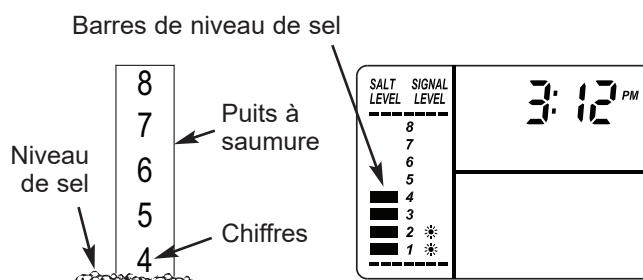

FIG. 25
2. L'échelle de niveau de sel, sur le puits à saumure situé à l'intérieur du réservoir, comprend des chiffres de 0 à 8 (voir figure 25). Repérez le chiffre le plus élevé ou le plus près du sel égalisé.
3. Appuyez sur le bouton RÉGLAGE DU NIVEAU DE SEL autant de fois que nécessaire pour que les barres de repère du niveau de sel dans l'affichage (voir figure 25) correspondent au chiffre sur le puits à saumure. Au niveau 2 ou moins, le voyant de « bas niveau de sel » se met à clignoter (consultez la page 12).